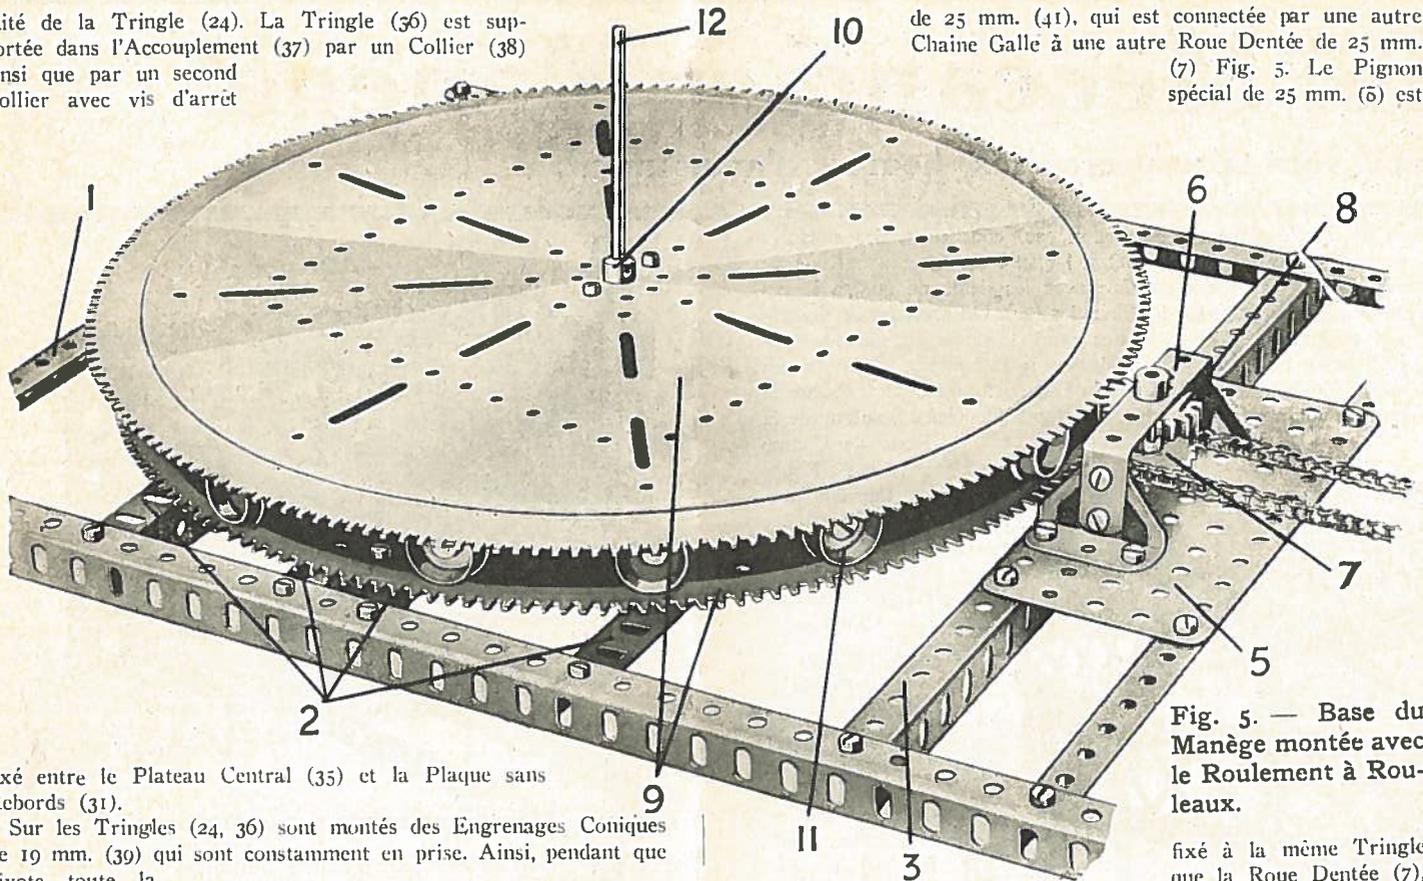

Fig. 5. — Base du Manège montée avec le Roulement à Rouleaux.
La base du manège (Fig. 5) est constituée par deux Cornières de 49 trous, réunis par sept Cornières de 25 trous 1, 2, 3, 4. Une Plaque de 14 x 6 cm. (5) boulonnée aux Cornières (3) porte deux Embases Triangulées Coudées, réunies par une Bande Courbée de 60 x 25 mm. (6), qui avec la Plaque (5) constitue des supports pour une courte Tringle portant une Roue Dentée de 25 mm. (7) et une Roue à denture spéciale.
Le Roulement à Rouleaux (Fig. 5)
On peut se procurer le grand Roulement à Rouleaux sur lequel pivote toute la superstructure comme pièce détachée (pièce N° 167). Ce Roulement à Rouleaux peut être utilisé dans différents modèles et comprend deux chemins de roulements avec denture (9 à la Fig. 5) ayant chacun près de 30 cm. de diamètre, un anneau porteur de rouleaux, seize roues à boudin de 19 mm. 11, seize boulons pivots avec écrous, et un pignon d'attaque spécial. Les petites roues à boudin pénètrent dans les boulons pivots, qui sont fixés sur la périphérie extérieure de l'anneau porteur de rouleaux, et ce dernier est inséré entre les deux chemins de roulement pour que les roues à boudin puissent rouler librement sur un épaulement près de l'extrémité du chemin de roulement inférieur (9), qui est boulonné aux cornières 2, tandis que le chemin de roulement supérieur, par un épaulement semblable, qui repose sur les roues à boudin de 19 mm., tourne librement autour de la tringle 12. De cette façon, les frictions sont réduites au minimum, puisque aucune pièce de roulement ne vient frotter directement contre une autre. La Tringle (12) est fixée solidement dans la bosse d'une Roue Barillet, qui est boulonnée, au chemin de roulement inférieur (9) et pénètre au travers une autre
(7) Fig. 5. Le Pignon spécial de 25 mm. (6) est